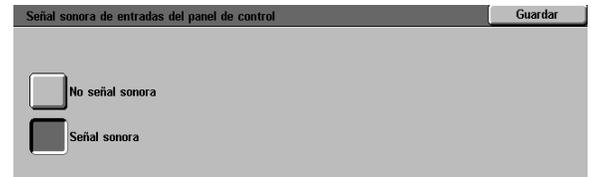

Figura 39: Señal sonora de entradas del panel de control
- Para la señal sonora de entradas del panel de control (Figura 39), pulse **No señal sonora** o **Señal sonora**.